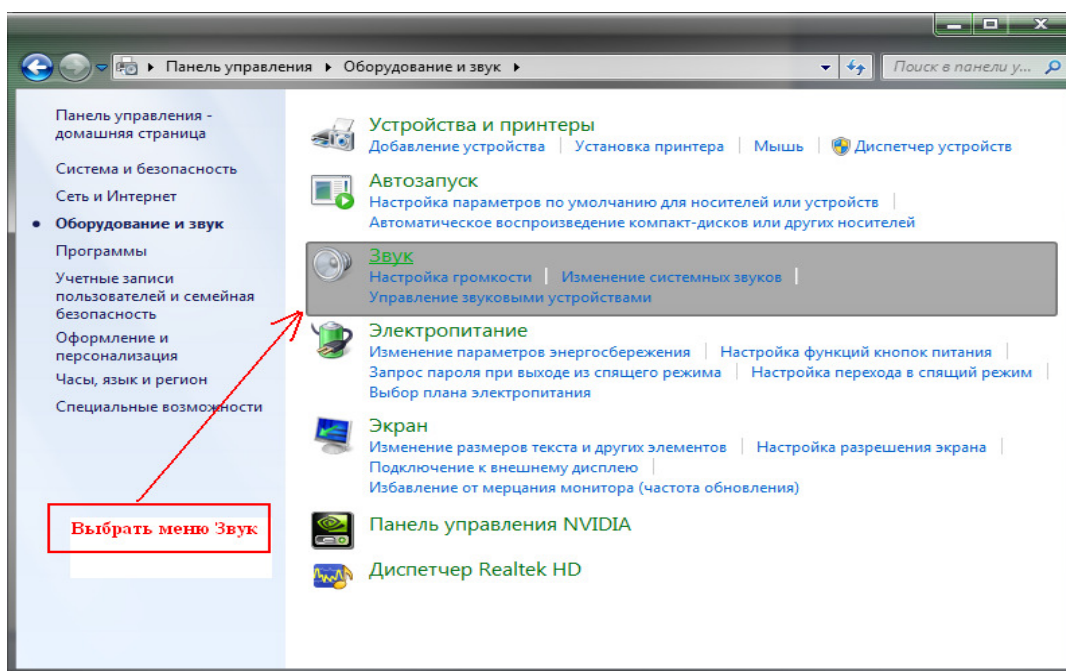

Figure 14 Окно «Панель управления» -> «Оборудование и звук»
- В открывшемся окне «Звук» перейти на закладку «Запись», выбрать устройство ввода которое соответствует приемнику AFEDRI SDR-Net и нажать кнопку «Свойства» см. рисунок **Figure 14**.